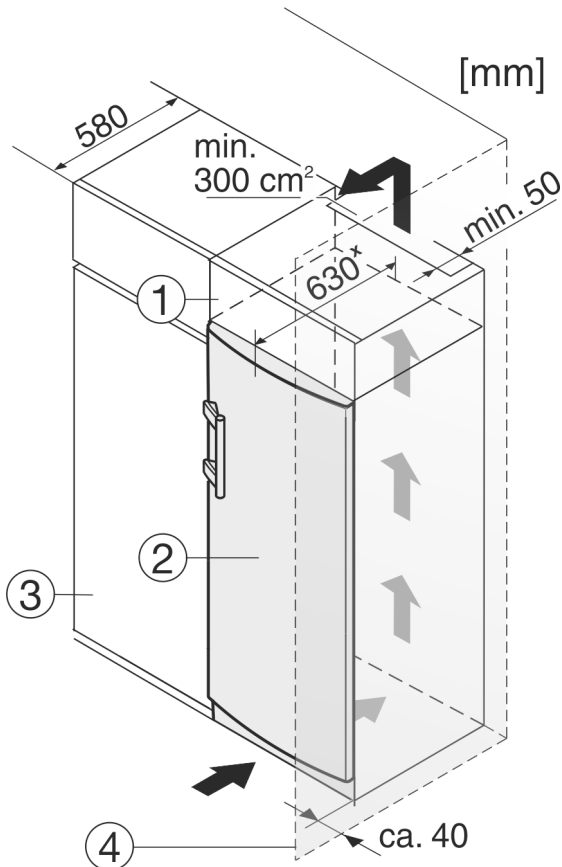

Fig. 10
A készüléket körbe lehet építeni konyhaszekrényekkel. Rá lehet szerelni Fig. 10 (2) egy rátétszekrényt, hogy a készüléket a konyhabútorok magasságához Fig. 10 (1) igazítsa.
Ha a készüléket konyhaszekrényekkel építi körül (max. 580 mm mélységben), akkor a készüléket közvetlenül a konyhaszekrény Fig. 10 (3) mellé is felállíthatja. A készülék oldalt 34 mm x mértékben áll előrébb a konyhaszekrény előlapjához képest, a készülék közepénél pedig 50 mm x mértékben.
Ha a készüléket a zsanérjaival a fal Fig. 10 (4) mellé állítja, akkor a készülék és a fal közötti távolság legalább 40 mm kell legyen. Ez a fogantyú túlnyúlásának felel meg, amikor kinyitja az ajtót.